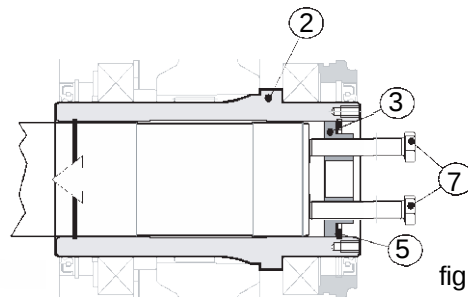

fig. 11
Inserire nei due fori filettati presenti sul fondello (pos. 3) n° 2 viti (pos. 7), avvitarle fino ad appoggiarle all'albero della macchina (pos. 1), quindi continuare ad avvitarle in modo alternato, facendo al massimo un giro per volta (vedi fig. 11).